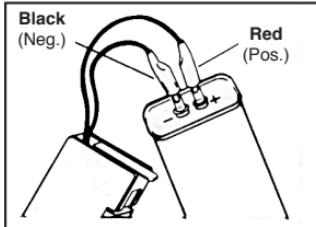

Fig. 2
3. Conecte las presiñas de prueba al capacitor, fijándose en la polaridad si está verificando electrolíticos. (Fig. 2)